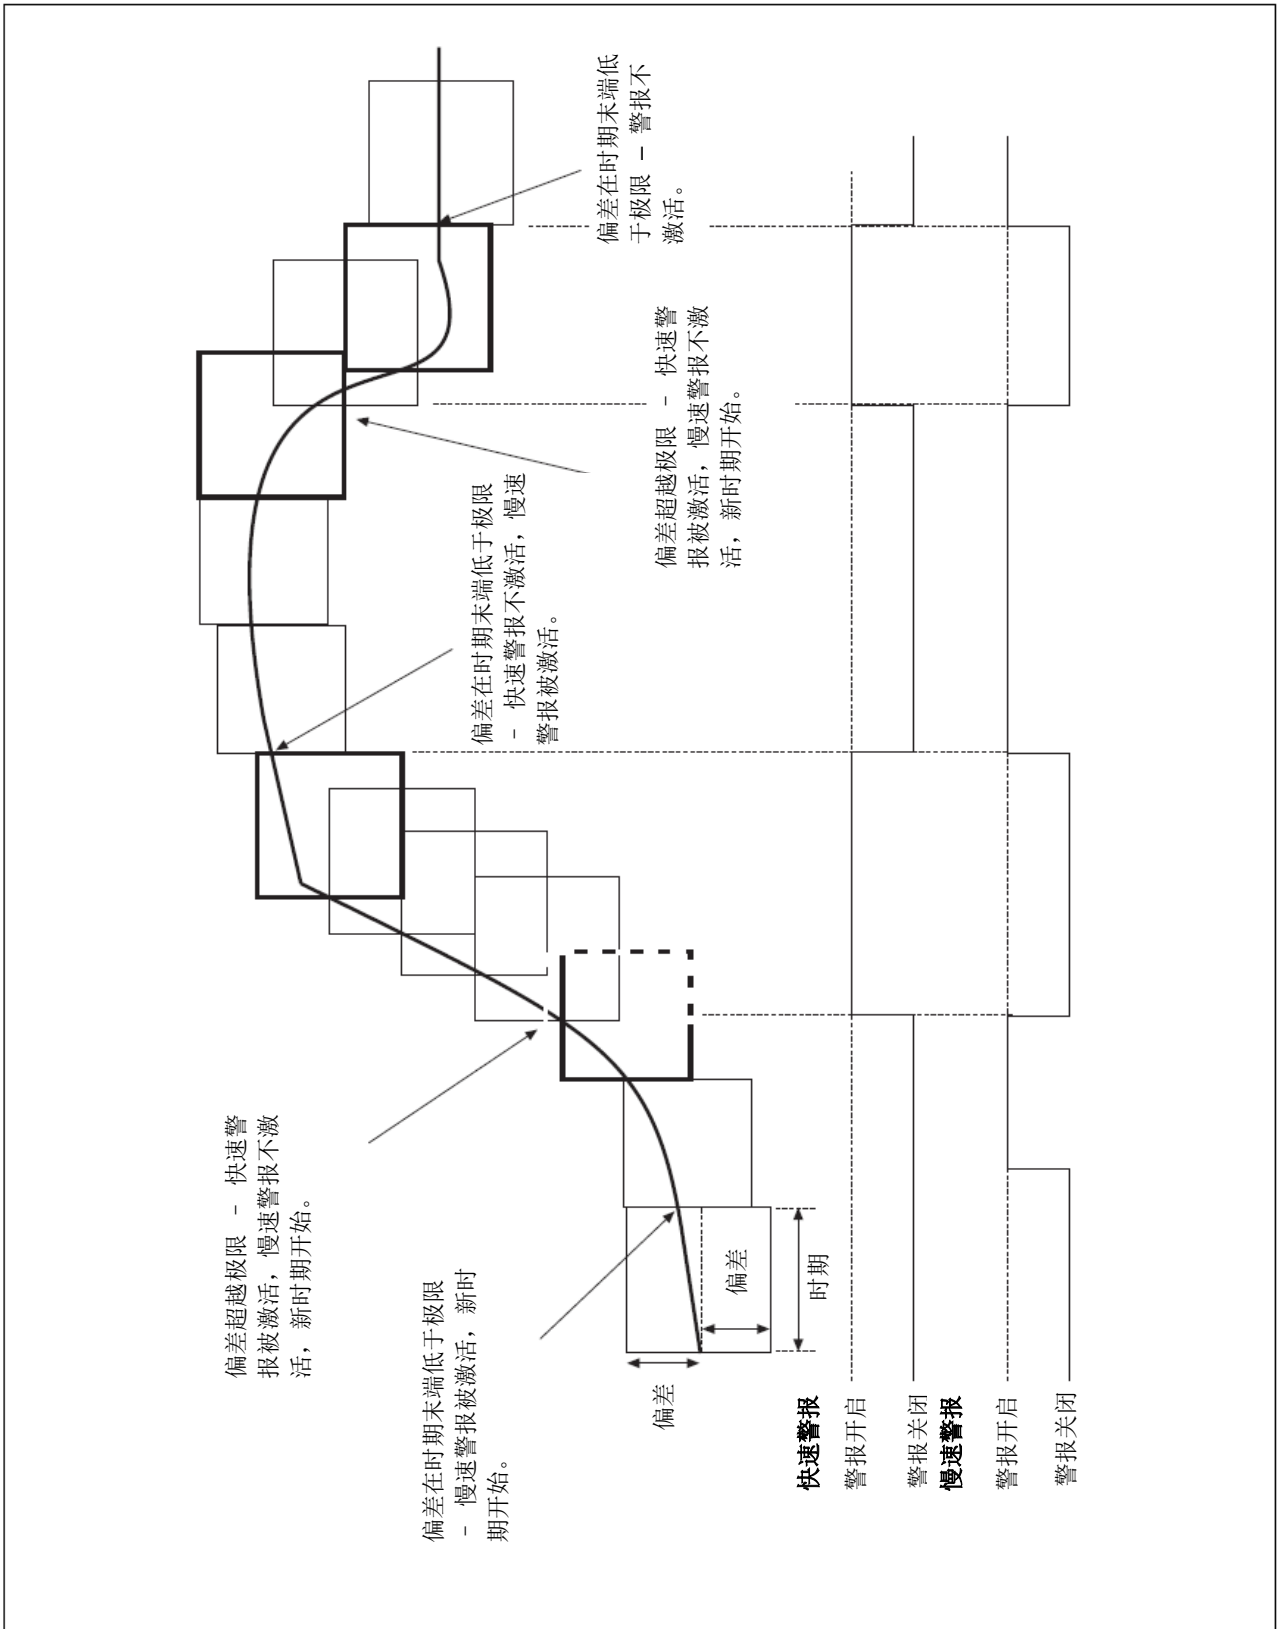

图 7.14 快速/慢速警报
- 快/慢速 - 参见第 94 页图 7.14。
■ 仅速率警报 – 参见第 94 页图 7.14。